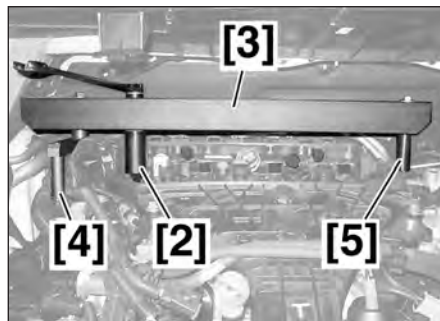

FIG.50
- Réaliser le montage de l'outil [3] avec [4] et [5] (Fig.50).